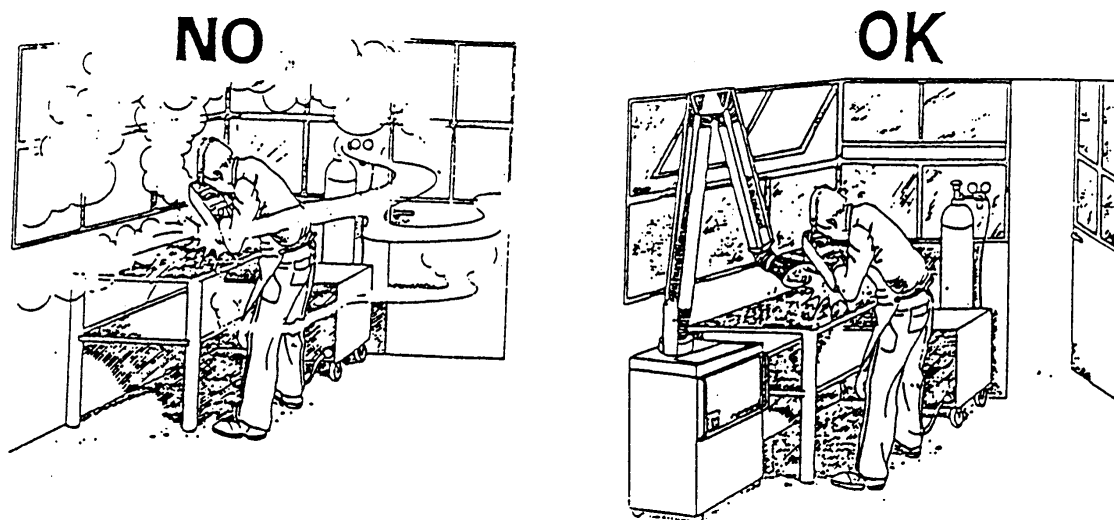

FIG.6
- El área de soldadura tiene que ser equipada una adecuada aspiración local que puede ser por medio de campana extractora o de un sistema en el banco de trabajo para la aspiración lateral, frontal e inferior para evitar la formación de polvo y humo. Contemporáneamente a la aspiración local, es necesaria una adecuada aspiración general y recirculación de aire especialmente si están trabajando en un lugar estrecho (Fig. 6). Cualquier síntoma de irritación o dolor a los ojos, a la nariz o a la garganta puede ser causado por una ventilación poco adecuada; en este caso, no siguen trabajando y ventilen en manera adecuada el área.